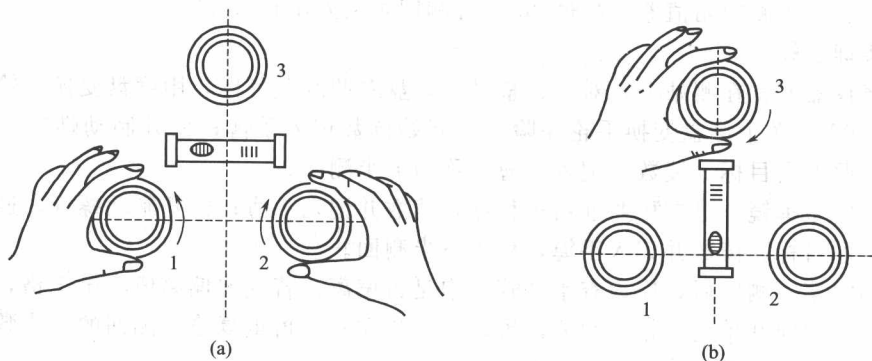

图 5-1 整平
(1) 对中
- ① 将三脚架安置在测站上，使架头大致水平；
- ② 调整仪器的三个脚螺旋，使光学对中器的中心标志对准测站点（不要求气泡居中）；
- ③ 伸缩三脚架腿使照准部圆水准器或管状水准器气泡大致居中（不必严格居中）。
(2) 整平 如图 5-1 所示。使照准部水准管轴平行于两个脚螺旋的连线，转动这两个脚螺旋使水准管气泡居中，将照准部旋转 90° ，转动另一脚螺旋使水准管气泡居中，在这两个位置上来回数次，直到水准管气泡在任何方向都居中为止。若整平后发现对中有偏差，可松开中心连接螺旋，移动照准部再进行对中，拧紧后仍需重新整平仪器，这样反复几次，就可对中整平。